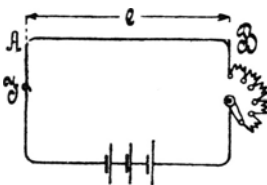

Fig. 5.
51. Um den Widerstand eines Leiters AB (Fig. 5) zu bestimmen, wird die Spannung  $e$  zwischen den Punkten A und B und die durchfließende Stromstärke  $J$  gemessen. Wie groß ist hiernach der Widerstand zwischen A und B?